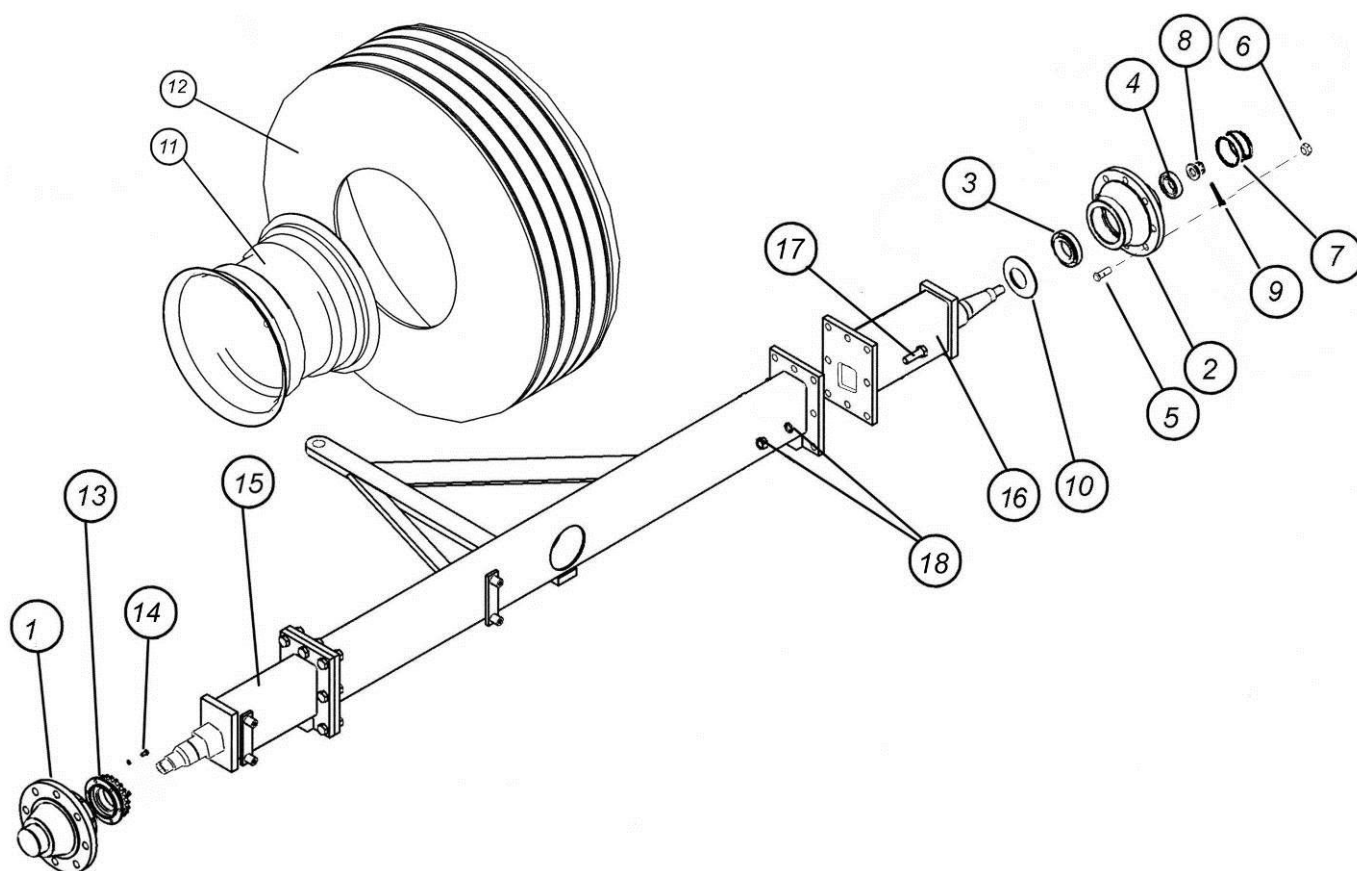

Рис. 7.2.18. Задняя ось двухосного бункера
7.2.18. Задняя ось 2-осного бункера (рис. 7.2.18)
7.2.18.1. Ось одноосного бункера V=6,5м3 (рис. 7.2.18.1)